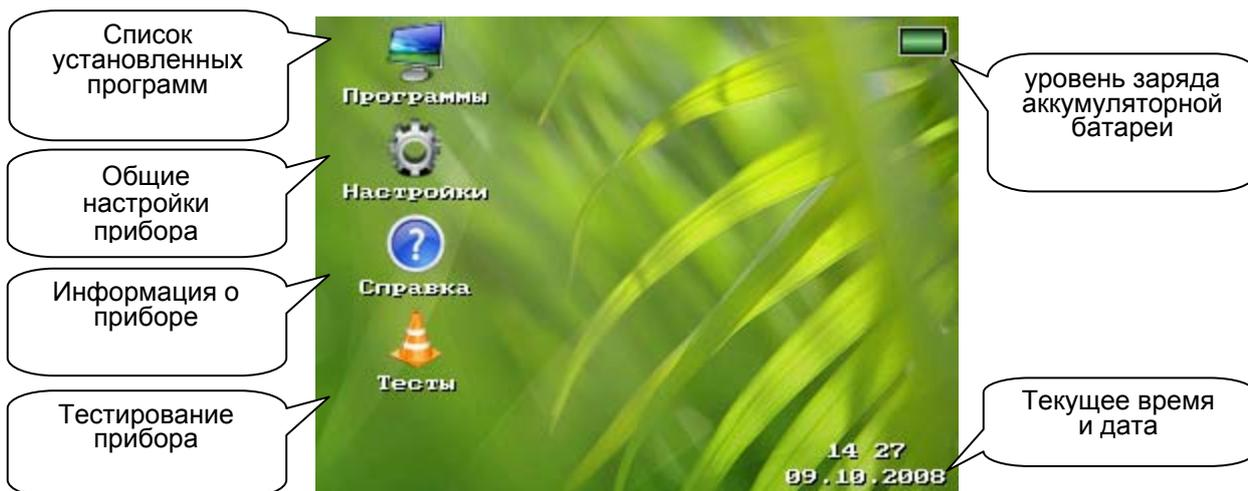

Рис. 5. Экран начальной заставки
6.1.2 Через 1-2 секунды на экране ДАМИ-С09 появится экран начальной заставки (**Рис. 5**). ДАМИ-С09 готов к работе.
6.1.3 Уровень заряда встроенного аккумулятора отображается в правом верхнем углу экрана начальной заставки (**Рис. 5**).
После включения ДАМИ-С09 на экран выводится начальная заставка (**Рис. 5**). В этом режиме пользователь имеет возможность: